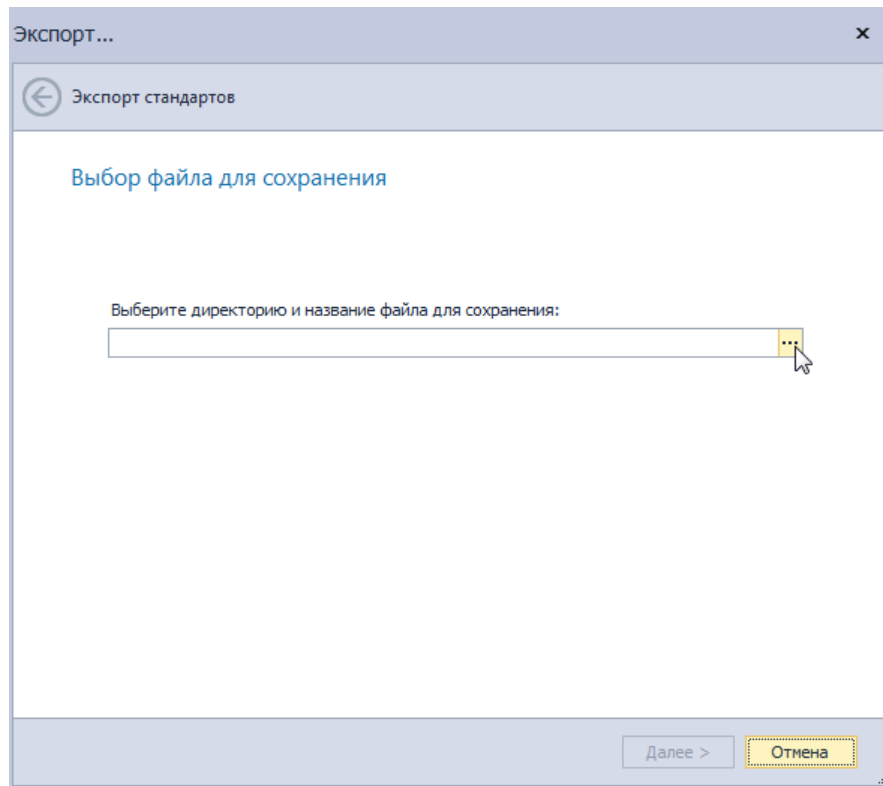

Рис. 11 Выбор директории для сохранения экспортируемых стандартов
- Укажите путь, по которому будет сохранен экспортируемый набор стандартов, Рис. 11. Нажмите ... и в окне проводника выберите директорию для сохранения файла с набором стандартов.